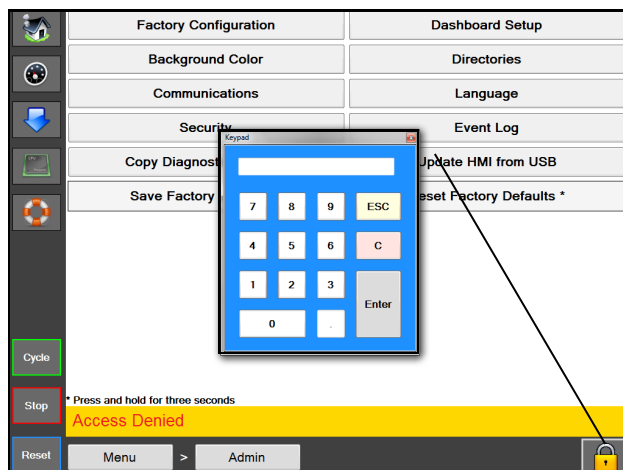

Figure 1-11C. Pavé numérique
1. **Touchez** l'icône de cadenas et entrez le mot de passe désigné. **Figure 1-11C.**